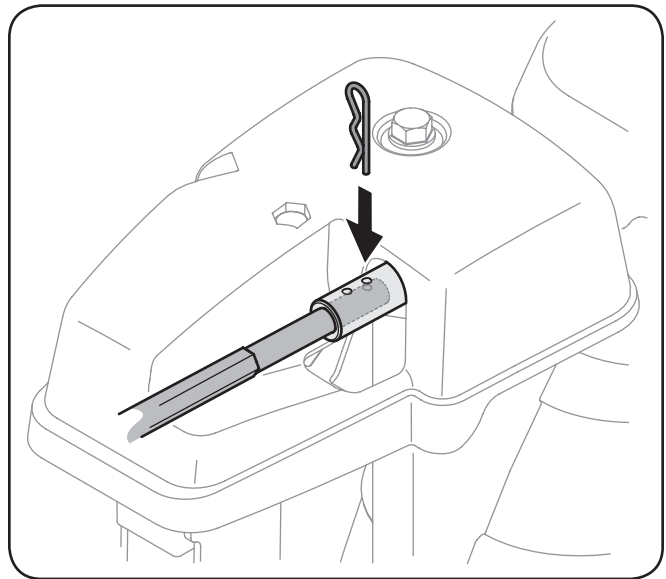

**Figura 3-8**
6. Inserte la varilla hexagonal dentro del engranaje del piñón por debajo de la palanca de control. Asegúrese de alinear el orificio en la varilla hexagonal con la flecha en el engranaje del piñón. Vea la Figura 3-8.